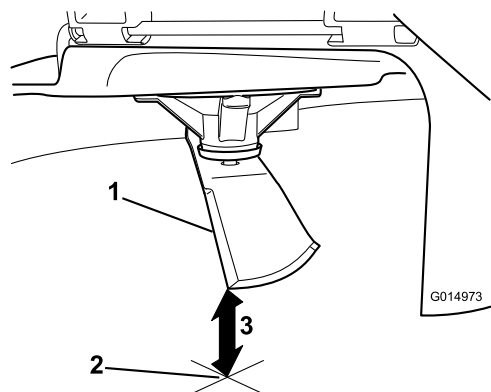

Figure 105
5. Mesurez la distance entre la pointe de la lame et la surface plane (Figure 105).